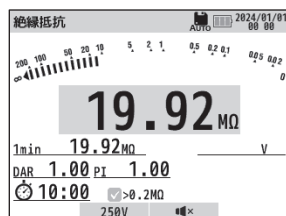

Fig. 15-1
- (1) 測定終了後の測定値がホールドされている状態にします。(Fig. 15-1)